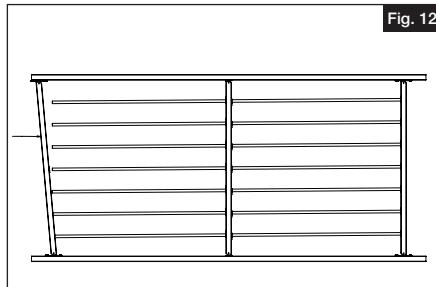

Fig. 12
- c. Fije de nuevo los montantes con los tornillos hexagonales #10 que se quitaron antes. Inserte todas las varillas a través del soporte intermedio y en el montante instalado. Deslice el segundo montante en su lugar e inserte todas las varillas en él (Fig. 12). Alinee los soportes del montante con los agujeros taladrados y vuelva a colocar el montante.